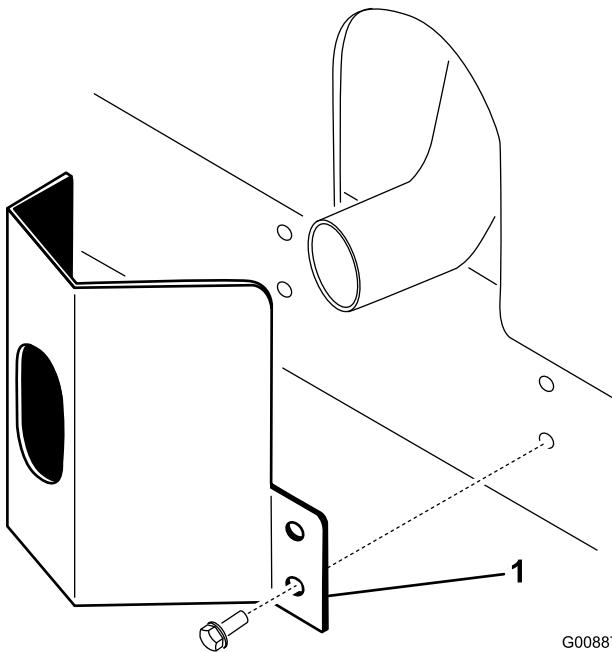

Рисунок 34
- Расположите ограждение выхлопа на глушителе, совместив монтажные отверстия с отверстиями в раме (Рисунок 34).
2. Закрепите ограждение выхлопа на раме с помощью 4 самонарезающих винтов (Рисунок 34).